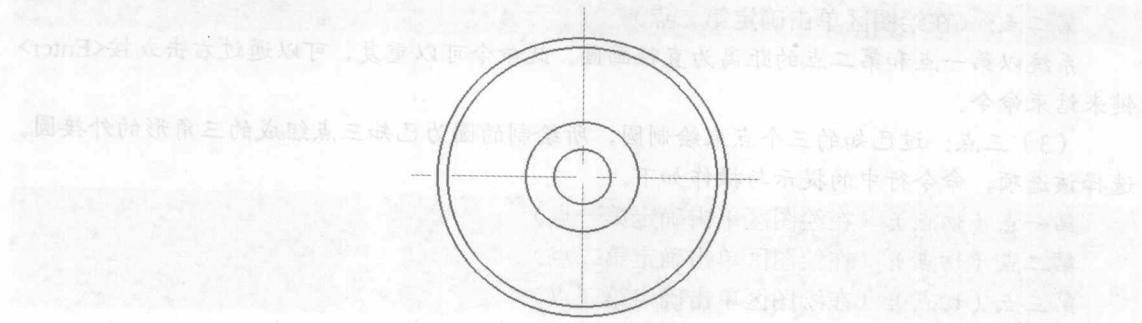

图 1-7 绘制同心圆
**Step5** 绘制同心圆。单击“绘图工具”工具栏中的 $\odot$ （圆）按钮，弹出“圆”命令立即菜单，在立即菜单 1 中选择“圆心\_半径”选项，在立即菜单 2 中选择“直径”选项，在立即菜单 3 中选择“无中心线”选项，捕捉直径为 28mm 的圆的圆心，绘制直径为 26mm 的同心圆。重复“圆”命令，绘制直径分别为 11mm 和 5.5mm 的同心圆，如图 1-7 所示。